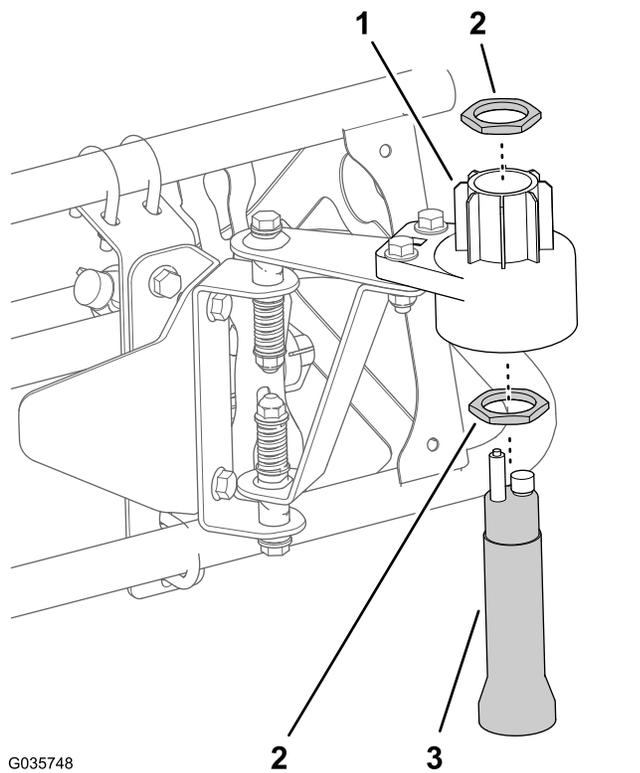

Figure 20
- A. Placez un grand écrou sur le capteur (Figure 20).
- B. Insérez le capteur dans le logement inférieur (Figure 20).
- D. Placez l'autre grand écrou sur le capteur (Figure 20).